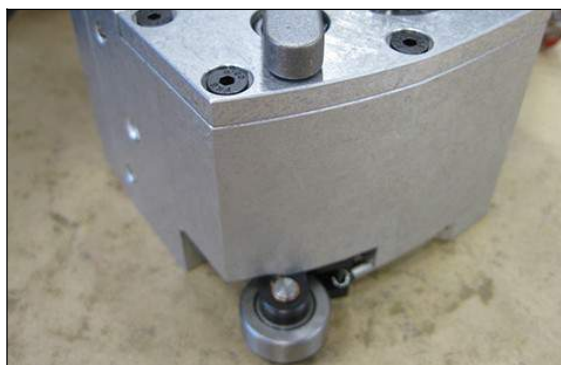

Рис. 5-5. Центрирование кулачкового ключа и кулачкового рычага для работы
6. После установки правильного усилия затяжки на зажимном винте кулачкового рычага поверните рукоятку подачи так, чтобы кулачок сдвигался и совмещался с кулачковым ключом, как показано на рис. 5-5.